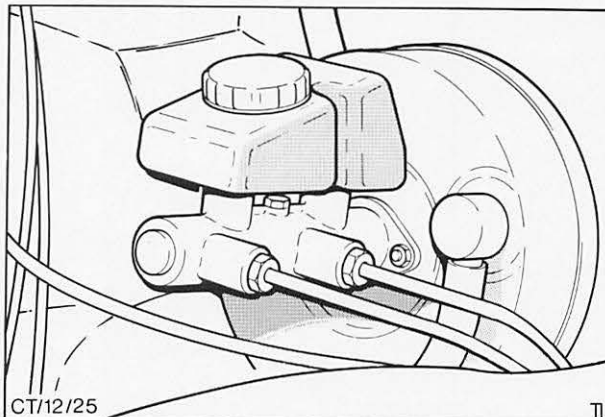

Abb. 14 Ausgleichbehälter – Bremsflüssigkeit
1. Motorhaube öffnen, Kotflügelschoner auflegen und Batterie abklemmen. Verschlußdeckel vom Ausgleichbehälter abschrauben und Behälter auffüllen. Abb. 14. Beachten, daß beide Kammern mit vorgeschriebener Bremsflüssigkeit (siehe Technische Daten) gefüllt sind.